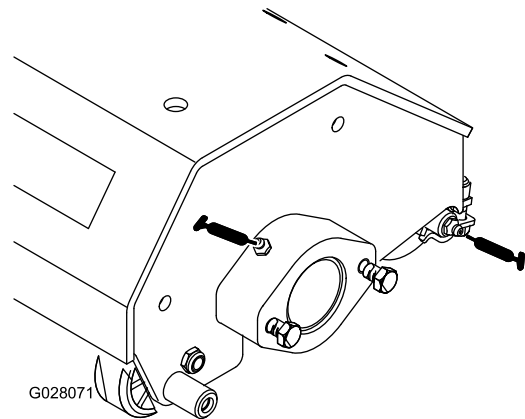

Bild 12
2. Fetten Sie die Wellenlager der Dreifachrolle und die Lager der Heckrolle (**Bild 12**) ein, bis Sie einen Druck feststellen.